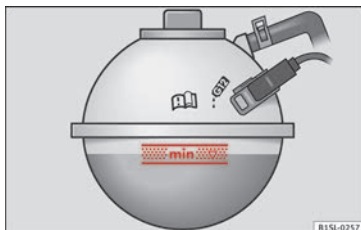

Fig. 243 I motorrummet: markering på motorkølevæskebeholderen
- Kontroller kølevæskestanden på markeringen i siden af kølevæskebeholderen, når motoren er kold »» Fig. 243.
- Motorkølevæskestanden skal være mellem markeringerne på kølevæskebeholderen »» Fig. 243. Fyld kun op til det markerede områdes øverste kant »» .
- Fyld kun motorkølevæske på til den øverste kant ved det markerede område »» Fig. 243. Ellers presses overskydende motorkølevæske ud af motorens kølesystem ved opvarmning, hvilket kan medføre skader.